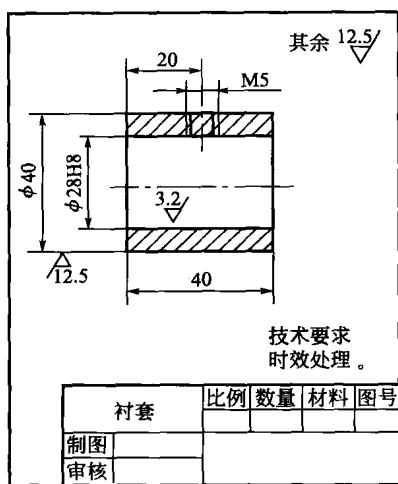

图 1-1 衬套零件图
(1) 零件图 图 1-1 所示为衬套零件图，只表示了衬套这个零件。像这种表示零件结构、大小及技术要求单个零件的图样称为零件图。